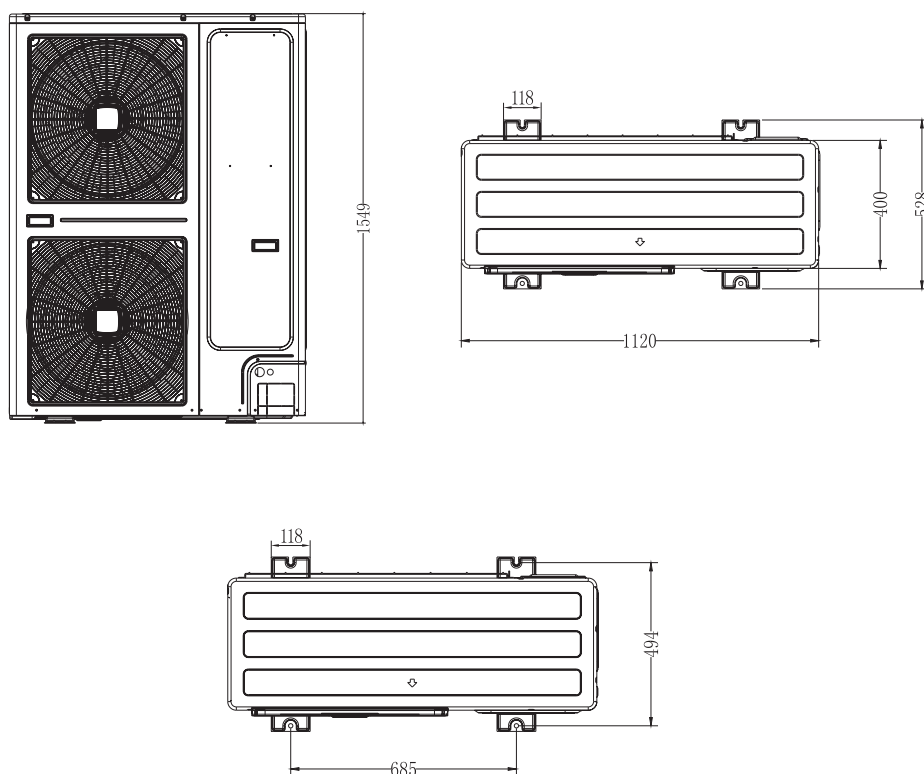

Рис. 3-1 (260/280/335)
- 1) Рис. 3-1 застосовується для моделей потужністю 12,5 кВт (200 В-220 В), 14 кВт, 16 кВт.